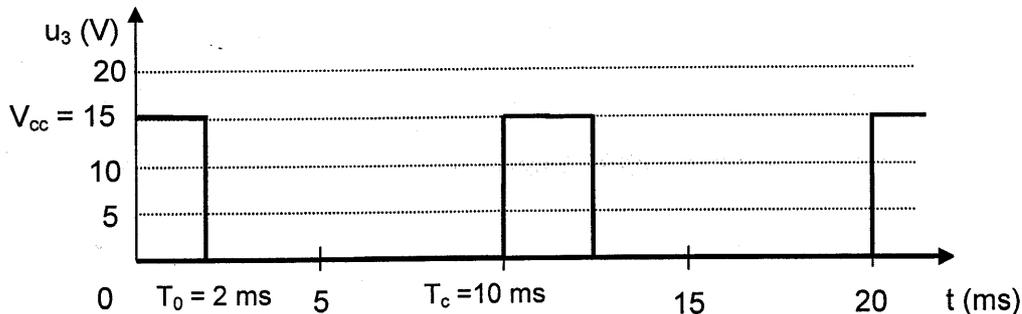

Figure 11
4.2 - On applique à l'entrée du filtre la tension u_3 issue du monostable (**figure 11**).